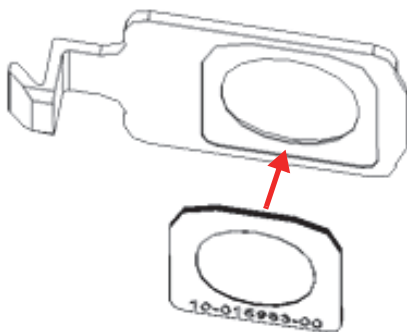

Figura 4-8 Nova janela alinhada com o painel frontal
2. Alinhe e pressione cuidadosamente a janela no painel frontal (Figura 4-8 na página 65).